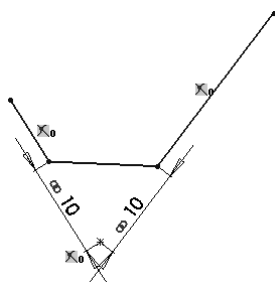

图 2-61 创建等距倒角
- 相等距离：选中此复选框可以创建等距倒角，如图 2-61 所示。